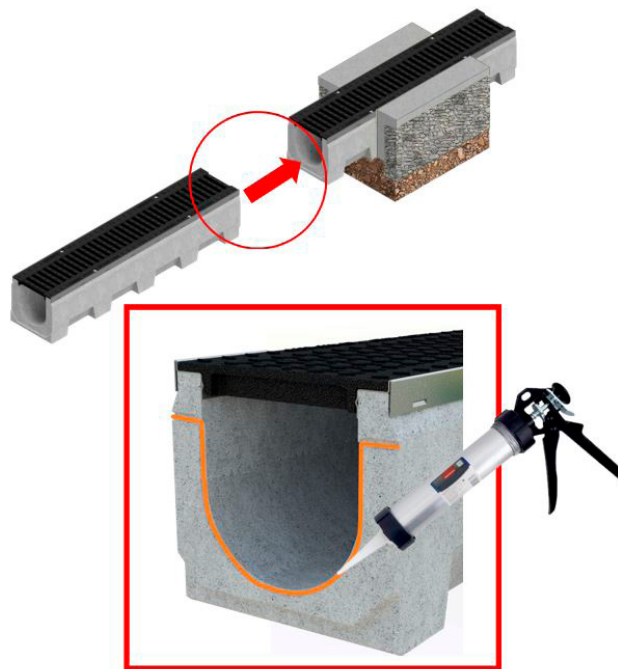

Figura 2
- I canali sono dotati di incastro maschio/femmina, applicare il sigillante nell'apposita sede presente nell'incastro maschio (vedere figura 2).